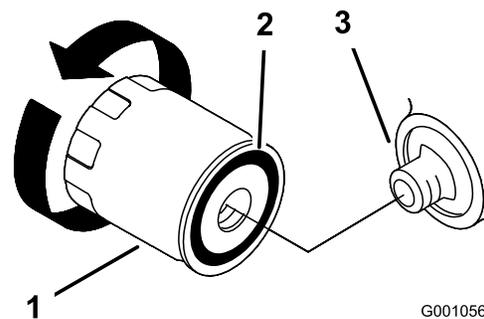

Рисунок 22
2. Снимите старый фильтр и протрите поверхность прокладки переходника фильтра (Рисунок 22).
3. Нанесите тонкий слой свежего масла на резиновую прокладку нового фильтра (Рисунок 22).
4. Установите сменный масляный фильтр на переходник фильтра, поверните масляный фильтр по часовой стрелке так, чтобы резиновая прокладка вошла в контакт с переходником фильтра, после этого затяните фильтр, повернув его еще 2/3 – 1 оборот (Рисунок 22).